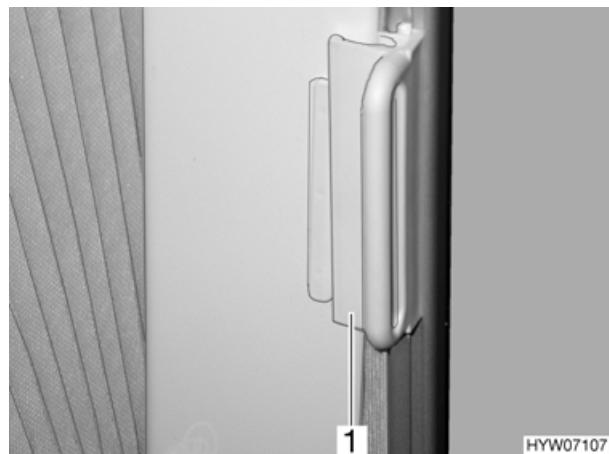

Bild 16 Verriegelung Faltverdunklungen Fahrer-/Beifahrerfenster
- Während der Fahrt müssen die Faltverdunklungen für die Frontscheibe, das Fahrerfenster und das Beifahrerfenster geöffnet und mit der Verriegelung (Bild 16,1) gesichert sein.